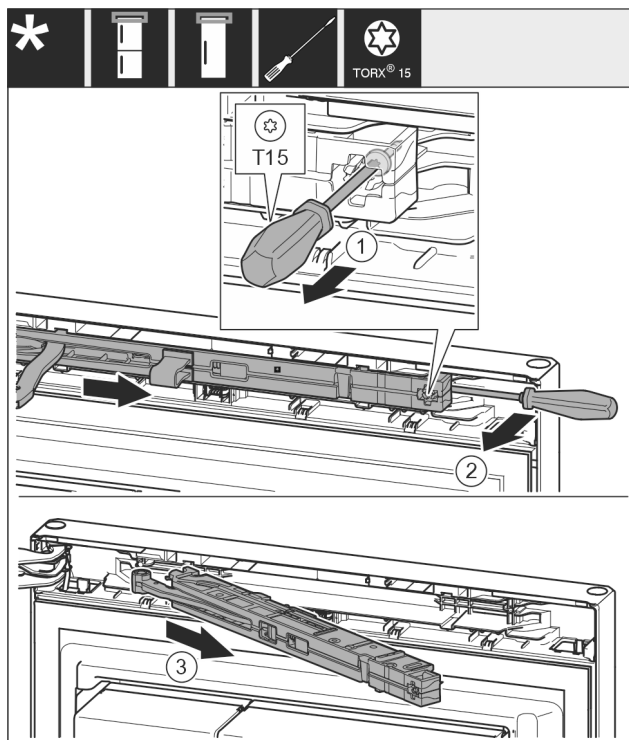

Fig. 12
- Allentare la vite Fig. 12 (1) sull'unità ammortizzatore di chiusura di 14 mm.
- Estrarre l'unità ammortizzatore di chiusura Fig. 12 (2) dal lato della maniglia facendo leva in avanti con un cacciavite.
- Estrarre l'unità ammortizzatore di chiusura Fig. 12 (3).